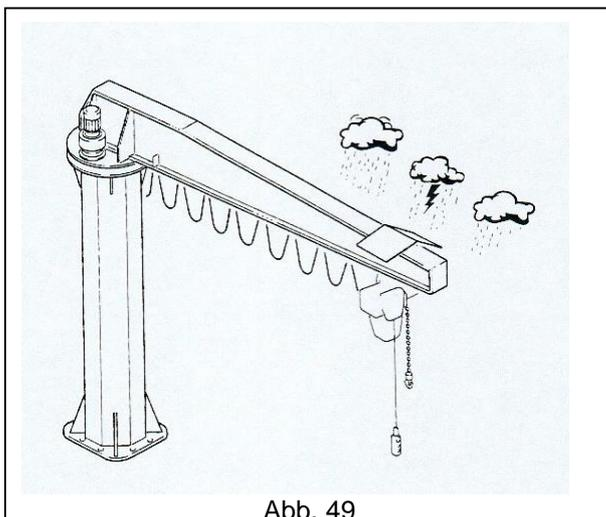

Abb. 49
- **Verwendung im Freien:** Der Auslegerkran kann während und nach der Verwendung Witterungseinflüssen ausgesetzt sein. Die Elektroteile von Zug, Laufkatze und Kran (Schaltkasten und Schwenkmotor) müssen die Schutzart IP55 haben. Es empfiehlt sich außerdem, Zug, Katze und Schwenkgetriebemotor mithilfe von Schutzdächern oder sonstigen Vorrichtungen zu schützen (Abb. 49).